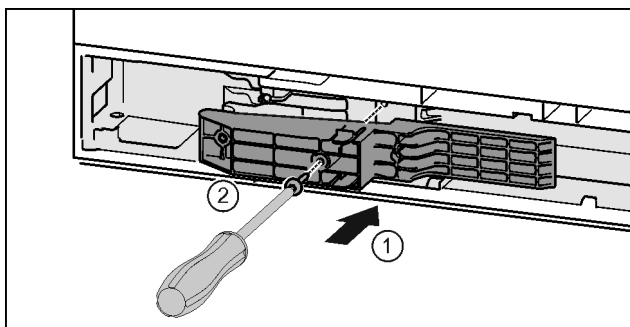

Fig. 36 *
- ▶ Вставте деталь адаптера в отвір з боку ручки. Fig. 36 (1)*
- ▶ За допомогою викрутки T15 закрутіть гвинти. Fig. 36 (2)*